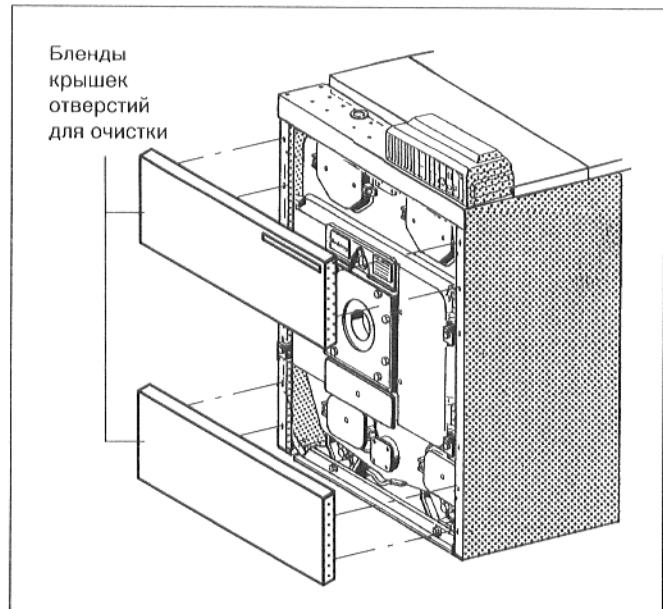

Рис. 58
- Снять бланды крышек отверстий для очистки, сверху и снизу (рис. 58).